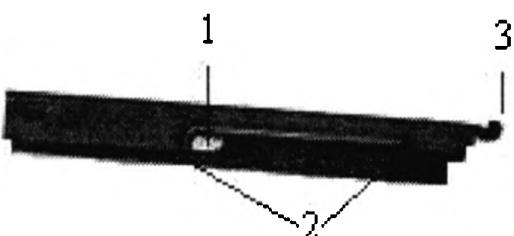

Рис. 28
Крышка ствольной коробки (рис. 28) служит для защиты от загрязнения частей и механизмов, расположенных в ствольной коробке. Крышка ствольной коробки имеет с правой стороны экстракционное окно (1) для выбрасывания стреляных гильз, с левой стороны – паз для рукоятки затвора (2). На верхней плоскости задней части крышки имеется вращающаяся на оси защелка (3), служащая для крепления крышки. В запертом положении защелка крышки фиксируется головкой заклепки.